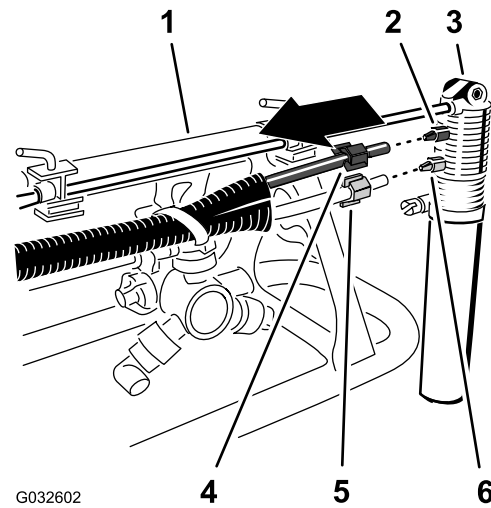

Bild 21
2. Lösen Sie die Druckmutter an der Schaummarkiererdüse, mit der der blaue Schlauch (Wasser) an der blauen Druckringverbindung der Schaummarkiererdüse befestigt ist (Bild 21).
3. Lösen Sie die Druckmutter, mit der der durchsichtige Schlauch (Luft) an der weißen Druckringverbindung der Schaummarkiererdüse befestigt ist (Bild 21).
5. Entfernen Sie die Druckmuttern an den Enden der Schläuche (Bild 21).